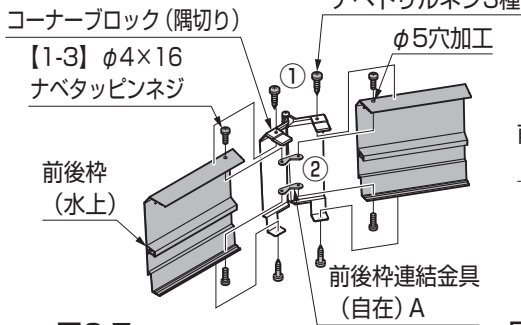

図6-7 前後枿 (水上)
- ①コーナブロック (偶切り) を前後枿に【1-1】で取付けてください。(図6-7参照)
- ②前後枿連結金具 (自在) Aを前後枿に当てがい、前後枿のV溝部にφ5の下穴をあけ【1-4】で固定してください。(図6-7参照)